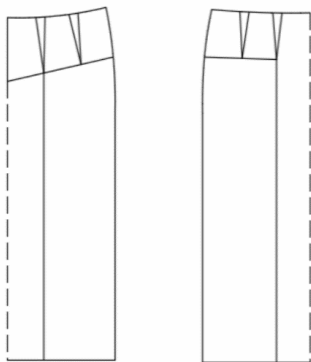

图 4-1-20 分割线处理
(1) 用“ (智能笔)”工具连接裙后片省尖点; 两侧延长分别与后中和后侧缝相交, 完成后片育克分割设计; 从靠近后中的省尖点向裙摆做竖直线, 完成后片竖向分割设计。
(2) 用“ (智能笔)”工具连接裙前片省尖点; 向侧边延长与前侧缝相交, 完成前片育克分割设计; 从靠近前中的省尖点向裙摆做竖直线, 完成前片竖向分割设计, 如图 4-1-20 所示。